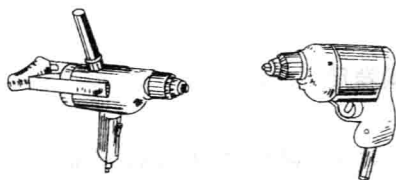

图 1-6 手电钻
(1) 电动工具
① 手电钻。手电钻是一种便捷、灵活的钻孔工具。如图 1-6 所示。能在维修现场以及在维修的车辆上发挥作用。